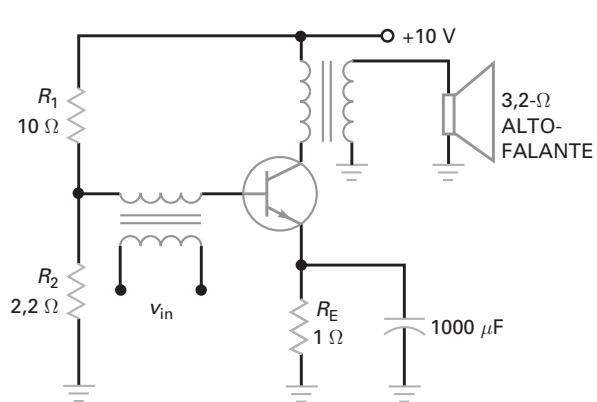

Figura 10-40
- 10-21** Se $V_{BE} = 0,7\text{V}$ na Figura 10-40, qual é a corrente CC no emissor?
- 10-22** O alto-falante na Figura 10-40 é equivalente a uma resistência de carga de 3,2 Ω. Se a tensão no alto-falante for de 5 V pp, qual é a potência na saída? Qual é a eficiência no estágio?